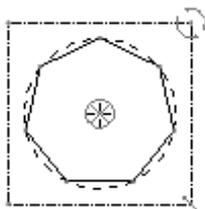

图 2.5.6 七边形
Step 5 将选定的选项拖到图形区。选中  7 侧七边形 选项后按住鼠标左键不放，把光标移到图形区中，然后松开鼠标，选定的图形就自动出现在图形区中，图形区中的图形如图 2.5.6 所示。此时系统弹出“旋转调整大小”操控板。